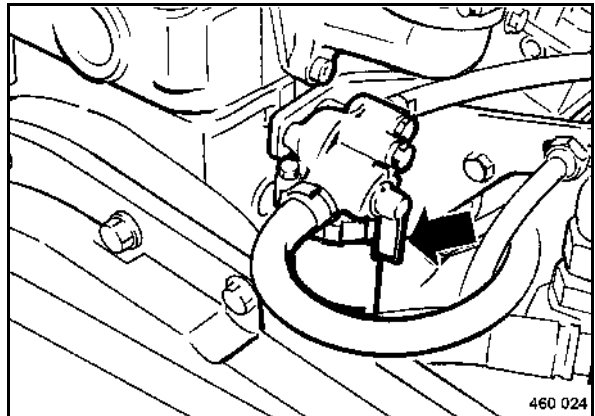

fig. 40
- Vérifier, si la manette d'arrêt du carburant (fig. 40) se trouve à la verticale vers le bas.